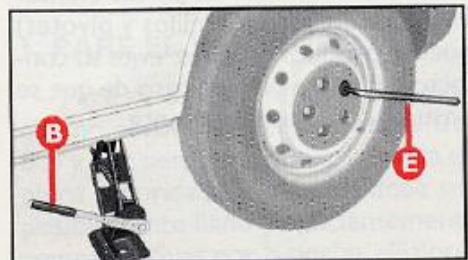

fig. 6
6) Quite los cinco tornillos de fijación con la llave **E**-fig. 6 y saque la rueda.